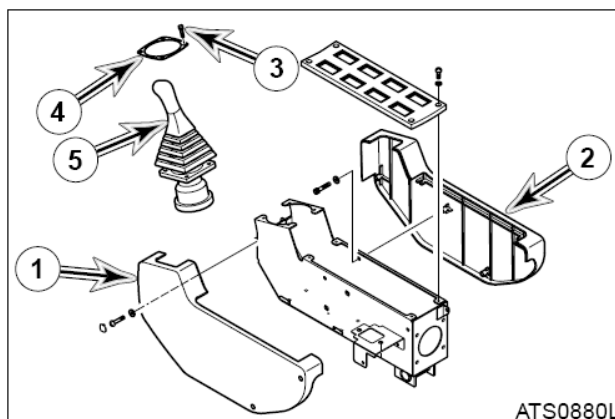

Рис. 4
11. Снять левую и правую части кожуха стойки управления (1 и 2, рис. 4).
12. Снять четыре торцовых болта (3, рис. 4), которыми джойстик (5, рис 4) крепится к кронштейну стойки.
13. Снять диск (4, Рис. 4).
14. Поднять джойстик руками (5, рис. 4).